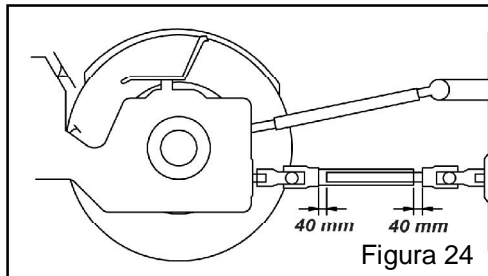

Figura 24
- Retire el cardán y aumente unos 40 mm en cada una de las marcas, haga una nueva marca, de tal forma que los pedazos cortados sean mayor que ambas partes. Esto es necesario para evitar que las puntas macho y hembra toquen en la horquilla del cardán. (Figura 24).